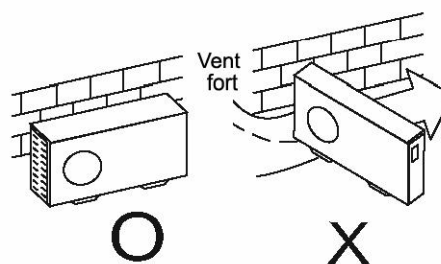

Figure 9
- En cas de vent extrêmement fort, empêchez l'air de circuler dans la partie arrière de l'unité. (cf. figure 9)